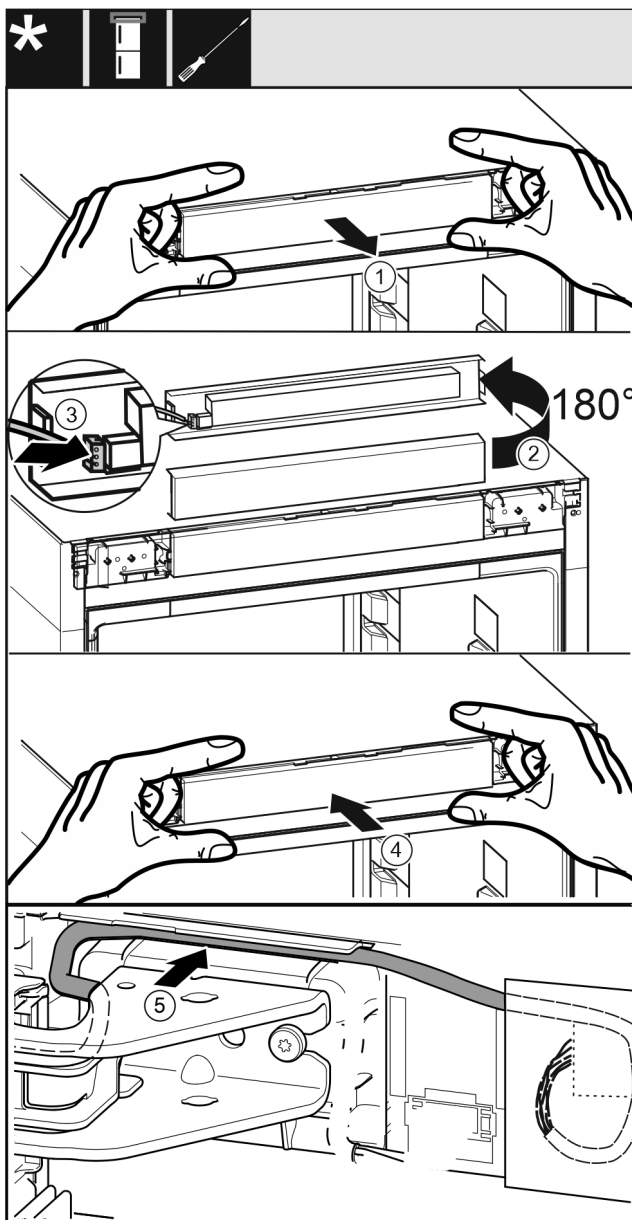

Fig. 38
- Retirer avec précaution le panneau de commande Fig. 38 (1).
- Tourner le panneau de commande Fig. 38 (2) de 180° vers le haut.
- Enclencher le connecteur Fig. 38 (3) sur le cache du panneau de commande.
- Enclencher à nouveau le panneau de commande Fig. 38 (4) sur l'appareil.
- Poser avec précaution le câble Fig. 38 (5) dans le guide au-dessus du support de palier supérieur.